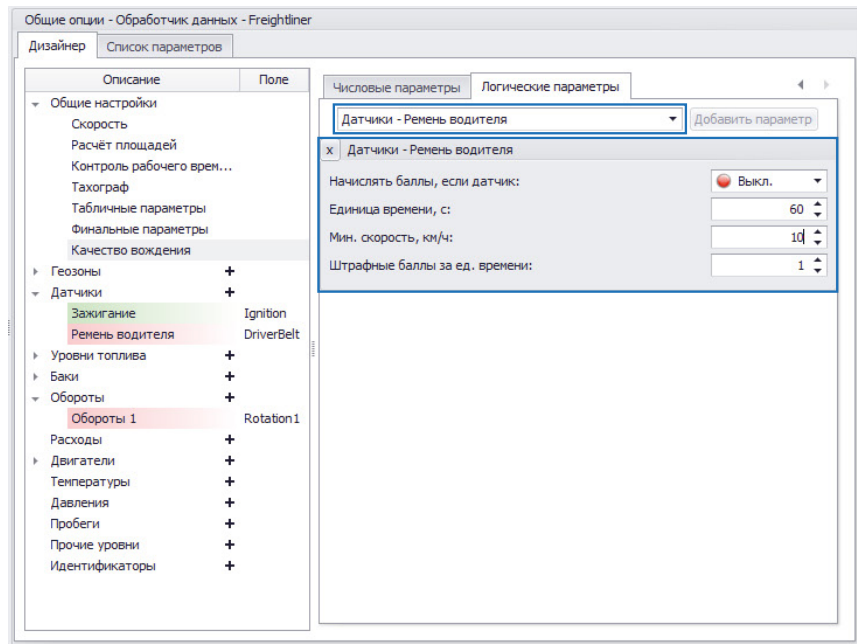

Рис.204. Настройка штрафов за езду без пристегнутого ремня безопасности.
- В выпадающем списке в верхней части вкладки необходимо выбрать ранее созданный датчик ремня безопасности водителя («Датчики – Ремень водителя» на **Рис.204**), затем нажать кнопку «Добавить параметр». После этого станет доступной настройка штрафов.
При настройке, как на **Рис.204** 1 штрафной балл будет начисляться за каждые 60 секунд движения без пристегнутого ремня безопасности водителя, если скорость ТС при этом выше 10 км/ч.